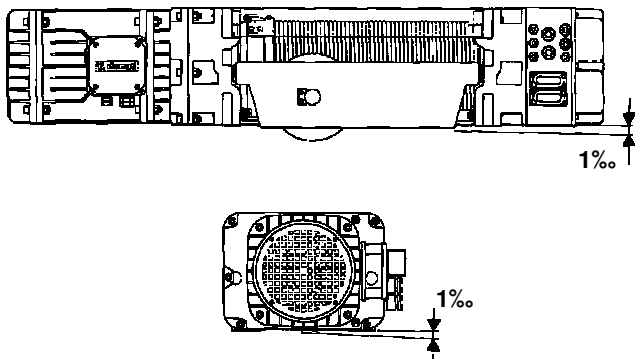

Abb. 26
- **Aufliegende Ausführung** auf einer Oberfläche, an der die Ringschrauben befestigt werden können: **Ebenheitstoleranz zwischen den Auflagepunkten $\leq \pm 1\%$.** (Abb. 26).